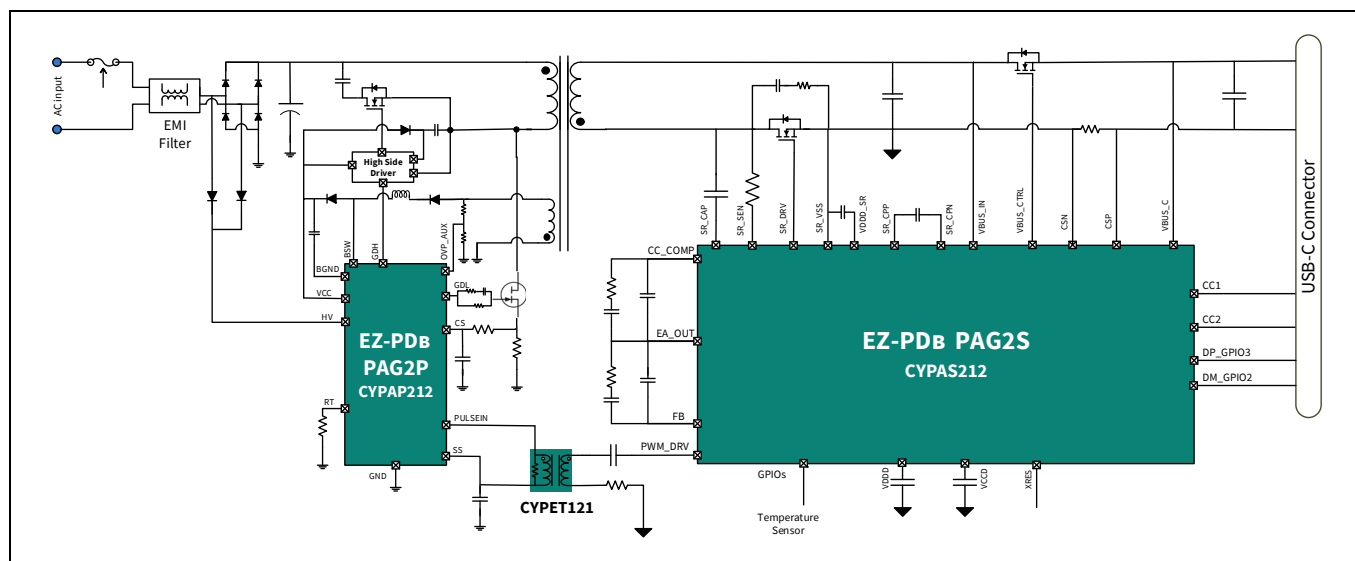

Figure 1 二次側フライバック制御付き USB PD アダプタ
Figure1 に、二次側制御の同期フライバックシステムを実装した電源アダプタのアプリケーション図を示します。このシステムでは、EZ-PD™ PAG2S-AC は電圧制御モードでの一次側 MOSFET のパルス幅を变調します。PAG2S-AC は、内部誤差アンプ (EA) とプログラマブルランプジェネレータを使用して PWM のパルス幅を決定します。PWM 信号は、パルスエッジトランスを介して二次側から一次側に送信されます。このパルストランスは、ACF 信号の送信にも使用されます。このトポロジでは、PAG2S-AC は ACF 付き二次側 PWM 制御、充電プロトコル制御、および故障保護という 3 つの主要な機能を備えています。以下の例では、EZ-PD™ PAG2P は一次側コントローラー、PAG2S-AC は二次側コントローラーとして使用されます。
PAG2S-AC は、定電圧動作モードと定電流動作モードの両方で二次側出力の検出とレギュレーションを行う 2 個の誤差アンプブロックを内蔵しています。誤差アンプの出力は内部アナログ PWM ブロックに供給されます。誤差アンプの負入力フィードバック (FB) ピンであり、正入力には内部電圧リファレンスです。FB ピンの電圧は、所望の VBUS 出力を達成するように内部電流ソース / シンク IDAC を使用して変更できます。アプリケーション図 (Figure1) に示すように、FB ピンと EA_OUT ピンの間に外部補正ネットワークが必要です。定電流動作モードでは、機能ブロック図に示すように、内部ローサイド電流検出アンプ (LSCSA) の出力が独立した誤差アンプに供給されます。Figure1 に示すように、定電流モードにおけるレギュレーションには、CC_COMP_GPIOx と EA_OUT の間に外部補正ネットワークが必要です。